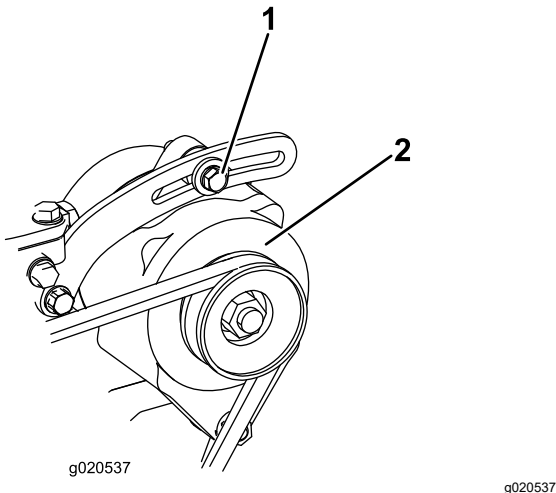

Figura 144
3. Verificai tensiunea curelei alternatorului apăsând (Figura 144) la mijlocul distanței între alternator și fuliile arborelui cotit cu o forță de 10 kg.
4. Slăbiți urubul care fixează alternatorul pe suport și urubul de pivotare a alternatorului. (Figura 144)